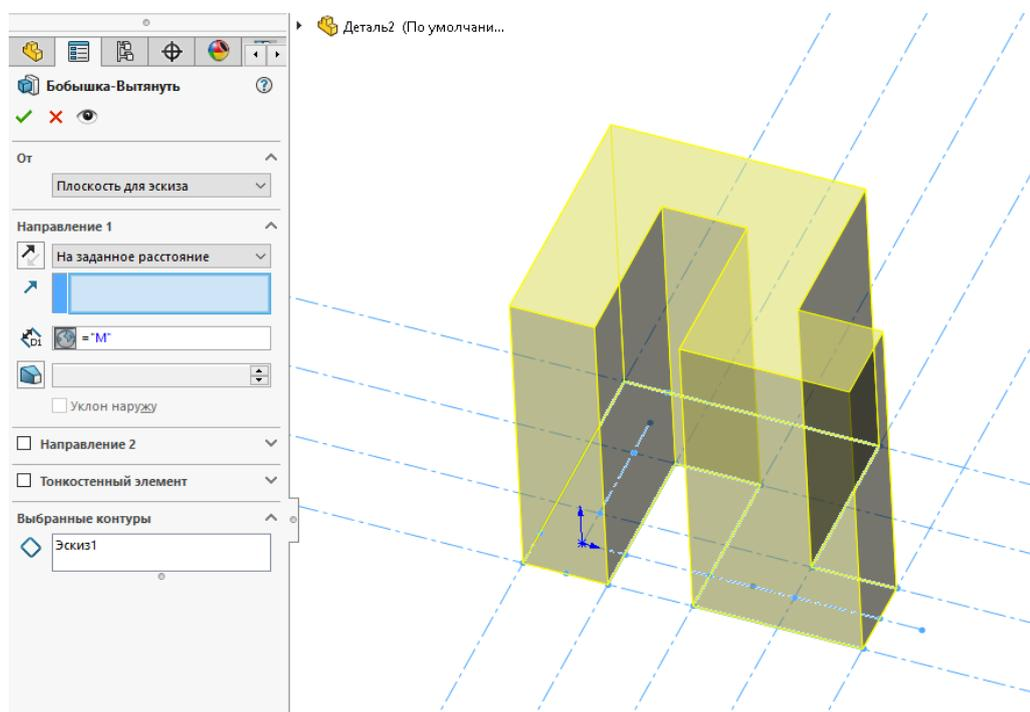

Рисунок 21 – Задание параметрического выталкивания
4. Затем необходимо выбрать эскиз в дереве модели, выбрать «Вытянутая бобышка/основание» и вытолкнуть созданный эскиз на высоту, равную параметру $M = 40$ мкм (рисунок 21).